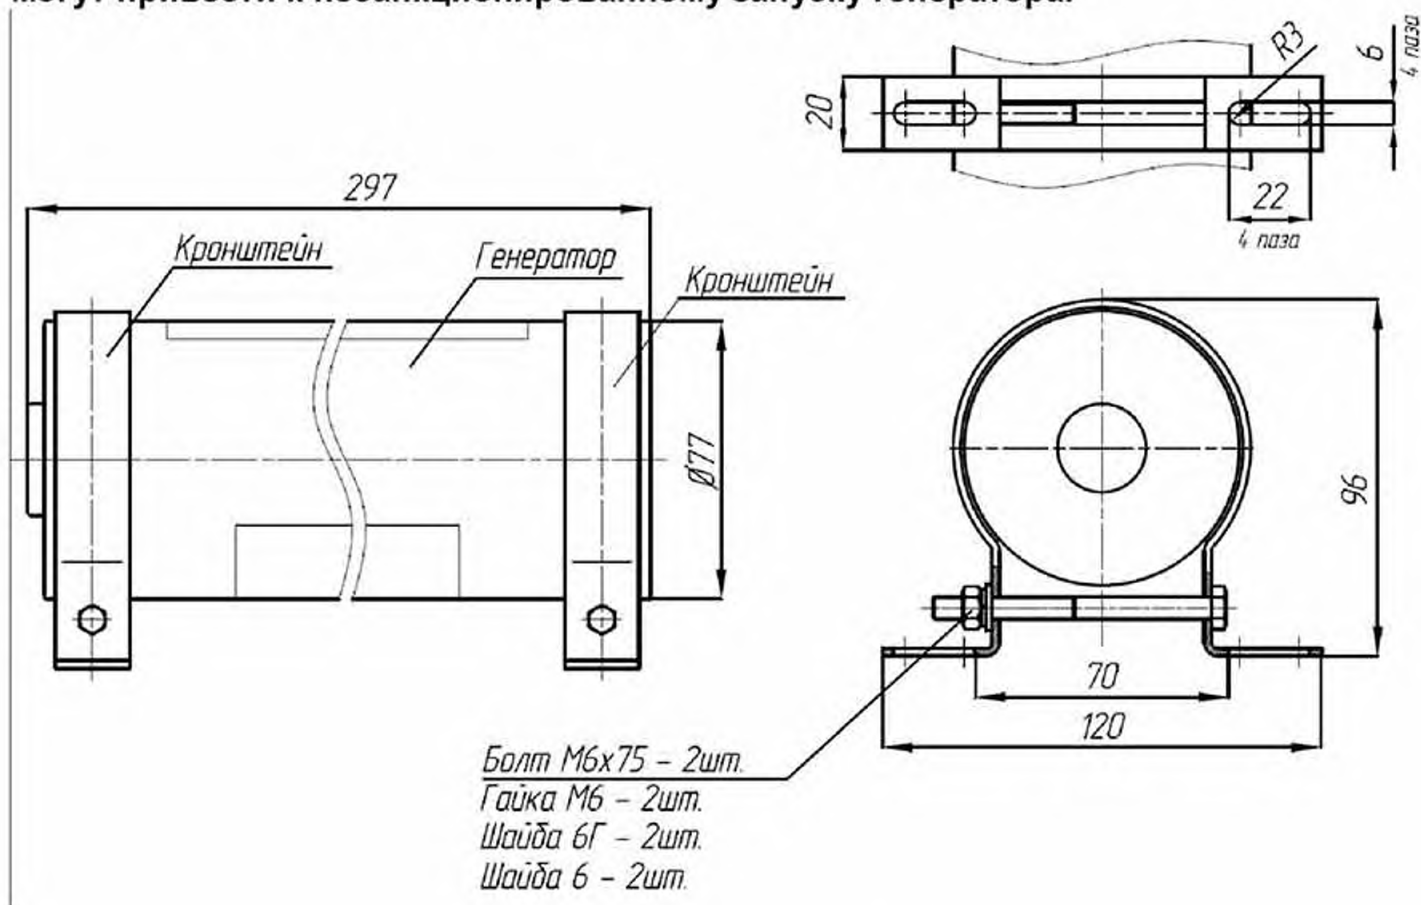

Рис. 2 Способ крепления ГОА.
4.1. Генератор размещается непосредственно на защищаемом объекте (в помещении, на транспортном средстве и т.д.) и монтируется на стене или вертикальной части конструкции объекта. Монтаж генератора производится с помощью кронштейна крепления (рис.2) При выборе расстояния между генератором и объектом тушения необходимо учитывать длины зон с повышенной температурой п. 11 раздела 2, но оно не должно превышать, по возможности, 3,0 м. Для монтажа сверлятся 2 отверстия диаметром 8 мм под пластмассовый дюбель 8 мм на глубину 48 мм в соответствии с размерами, указанными на (рис.2). Кронштейн крепления закрепляется шурупами диаметром 5 мм и длиной 35мм. На металлических конструкциях кронштейн крепления закрепляется при помощи 2-х винтов М5х30, 2-х шайб пружинных 5 и 2-х гаек М5 через 2 паза 6 мм. (Метизы в комплект поставки не входят).
5.1.2. Генератор в рабочем положении крепится к потолку или стенке внутри защищаемого объекта при помощи 2-х кронштейнов (рис. 2).